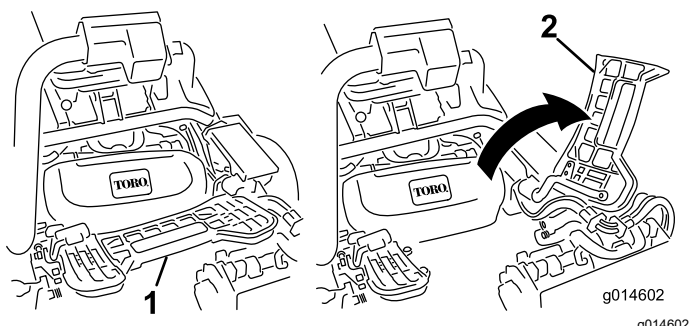

Figura 47
1. Levante el reposapiés y gírelo hacia arriba, para tener acceso a la posición de la unidad de corte central (Figura 47).